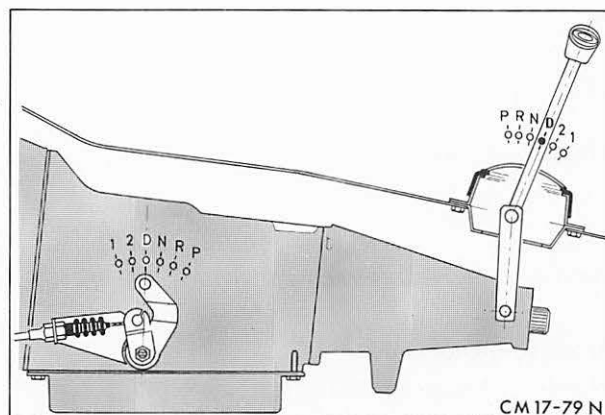

Abb. 129 Handwählhebel und Wählhebel – Getriebe in Schaltposition „D“
3. Schalthebel am Getriebe in Position „D“ schwenken. (Zwei Rasten vom vorderen Anschlag nach hinten.) Abb. 129.
4. Wählhebel spielfrei in Position „D“ legen. Abb. 129.